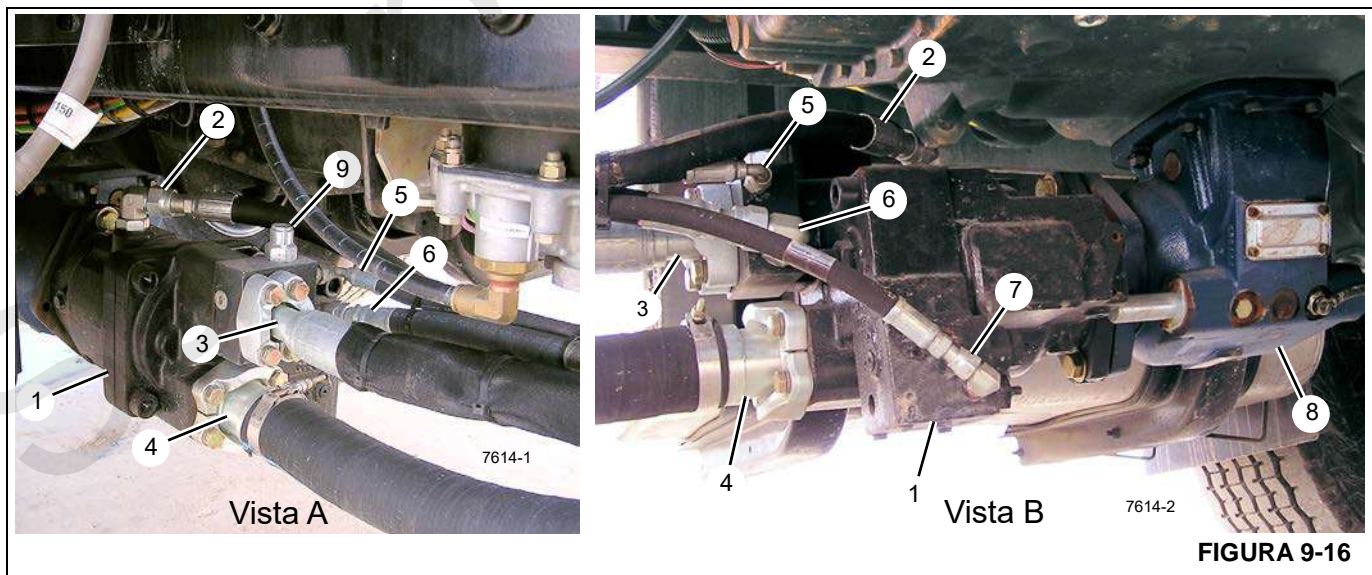

FIGURA 9-16
Vea la Figura 9-16 para los pasos siguientes.
La presión del sistema hidráulico es suministrada por una bomba hidráulica (1, Figura 9-16) que se monta en la toma de fuerza (TDF) (8) del camión.
10. Si se utiliza la configuración que se ilustra en la Figura 9-16, asegúrese de poner la lumbrera de vaciado de la caja (2) en el punto más alto sobre el nivel del suelo.
14. Quite las tapas contra polvo de las lumbreras de entrada y de salida de la bomba hidráulica e instale los adaptadores y líneas hidráulicas, como se ilustra en la Figura 9-16.
**NOTA:** La Figura 9-16, vista A, muestra el lado izquierdo (del conductor) de la instalación de la bomba hidráulica y la vista B muestra el lado derecho (pasajero) de la instalación de la bomba hidráulica.